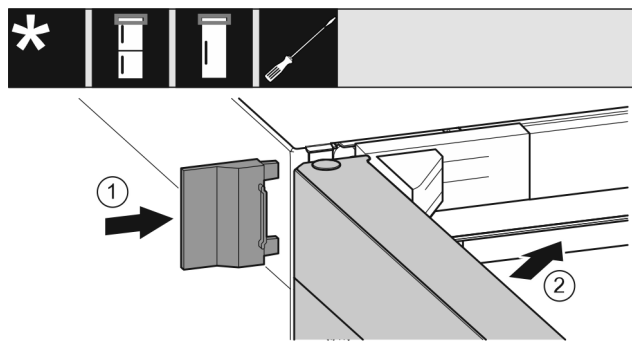

Fig. 25
- ▶ Vnější kryt Fig. 25 (1) nasuňte.
- ▶ Zavírejte horní dveře Fig. 25 (2).